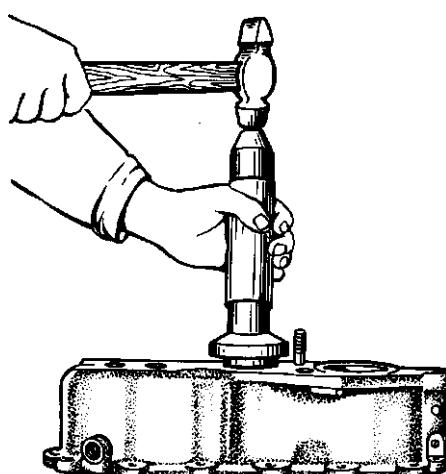

Рис. 7.11. Запрессовка роликового подшипника в картер
- Запрессуйте роликовый подшипник (если он снимался) в картер (рис. 7.11), выдержав размер  $6_{-0,5}$  мм от торца картера.